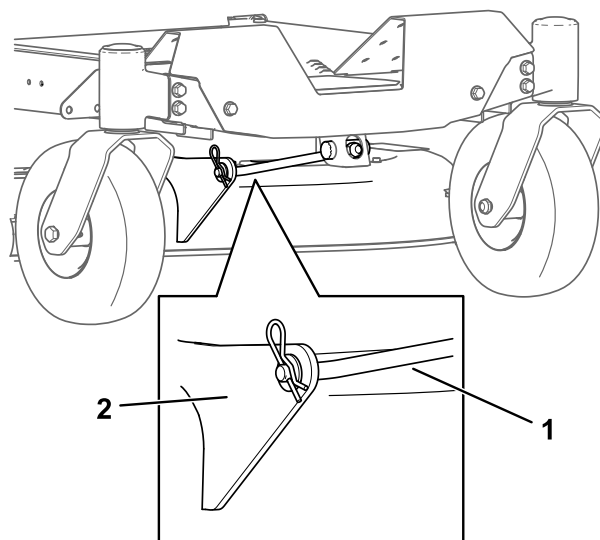

Рисунок 71
5. Снимите шплинт с переднего опорного стержня и снимите стержень с кронштейна деки (Рисунок 71).
8. Прикрепите передний опорный стержень к деке газонокосилки с помощью шплинтуемого штифта и шплинта (Рисунок 71).